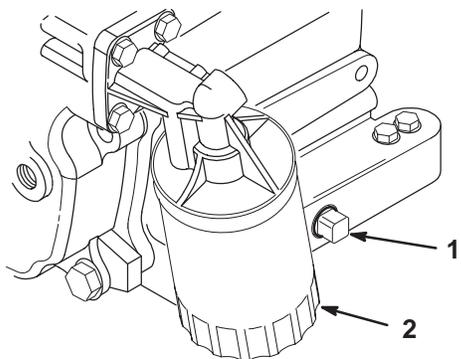

Bild 28
5. Entfernen Sie die Ablassschraube (Bild 28) und lassen das Öl in ein Auffanggefäß ab. Schrauben Sie die Ablassschraube wieder ein, nachdem das Öl abgelaufen ist.
2. Entsorgen Sie den alten Ölfilter (Bild 28). Ölen Sie die neue Dichtung am Ölfilter leicht mit frischem Öl ein.